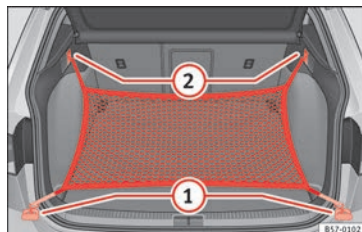

Fig. 159 Nel bagagliaio: occhielli ① e ganci ② per il fissaggio della borsa rete.
- Fissare i ganci corti della rete agli occhielli di ancoraggio » » » **fig. 159 ①** » » » **⚠**. La cerniera della tasca dev'essere rivolta verso l'alto.
- Fissare le cinghie nei ganci per appendere borse **②**.